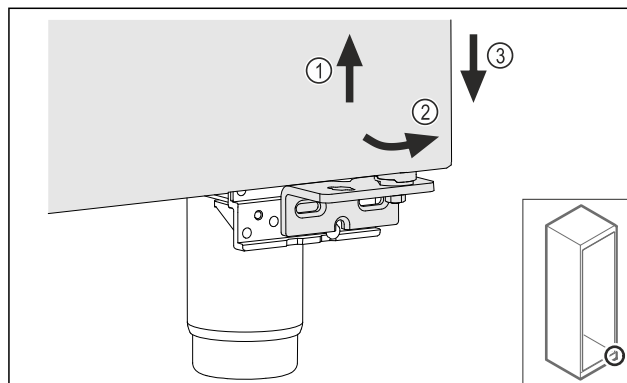

Fig. 12
- Tür leicht anheben Fig. 12 (1), unten nach vorne kippen Fig. 12 (2) und absenken Fig. 12 (3).